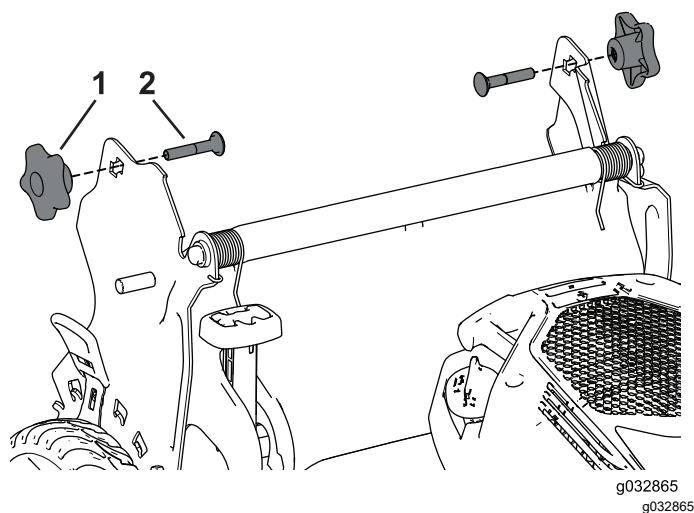

Figure 24
3. Insérez le boulon de carrosserie (la tête du boulon vers l'intérieur) dans le support du guidon et dans le trou supérieur à l'extrémité du guidon. Vérifiez que les bords carrés de chaque boulon de carrosserie s'engagent dans le trou carré supérieur ou inférieur du support de guidon correspondant (Figure 24).